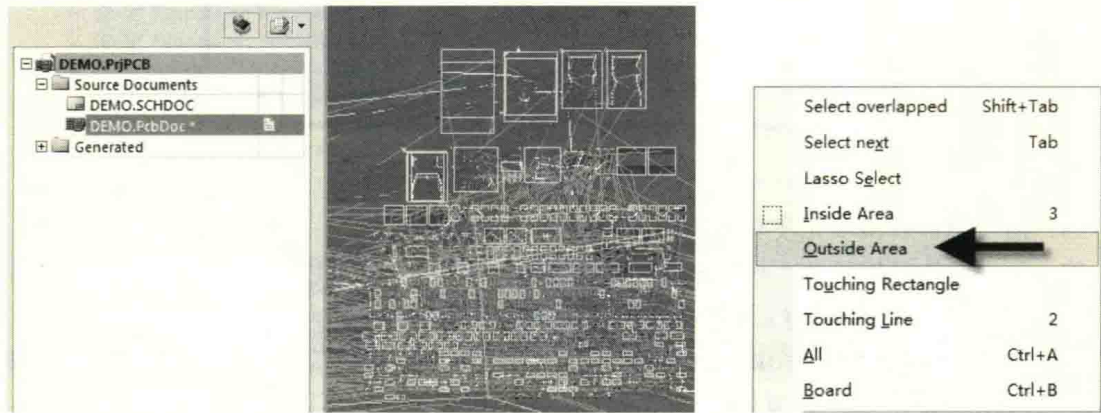

图 15-34 可视范围外元件或走线的挪动
31. 问：如图 15-34 中左图所示，经常遇到元件在可视范围外的情况，请问怎么把可视范围外的元件或走线挪动到可视范围内？
（2）按快捷键“S”，执行“Outside Area”命令（如图 15-34 中右图所示），在按住“Shift”键的同时框选可视范围内的元件，这样可以单独选中可视范围外的元件，利用快捷键“MS”，把选中的元件移动出来，或者利用之前模块化布局中讲过的命令“Arrange Components Inside Area”调出来。